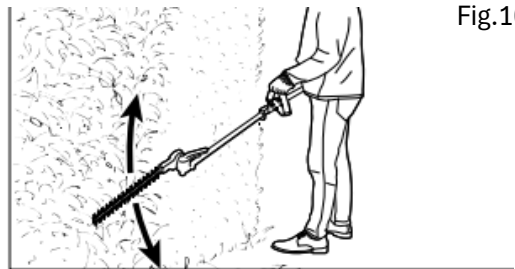

Fig.10
- Avancer lentement et de manière contrôlée (Fig.10).